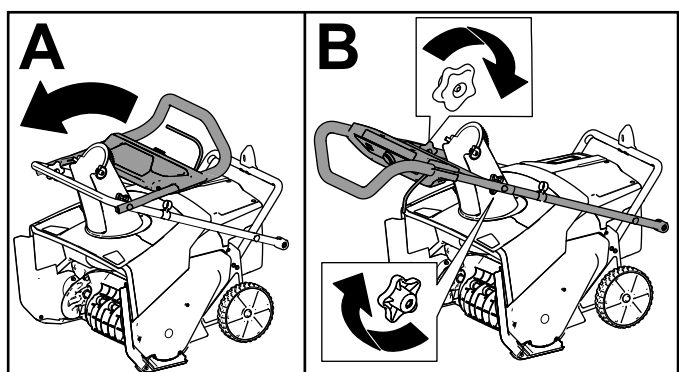

Figure 4
2. Dépliez la partie supérieure du guidon et enclenchez les boutons en place (A de la Figure 4).
3. Serrez les boutons du guidon (B de la Figure 4).